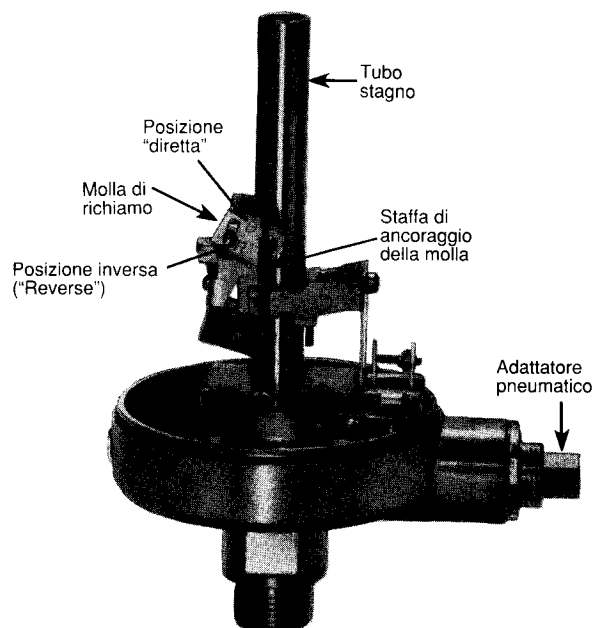

Figura 4
2. Allentare la vite che tiene in posizione la staffa di ancoraggio della molla e spostarla dalla posizione diretta (D) a quella inversa (R) come indica la **Figura 4**. Stringere bene la vite.